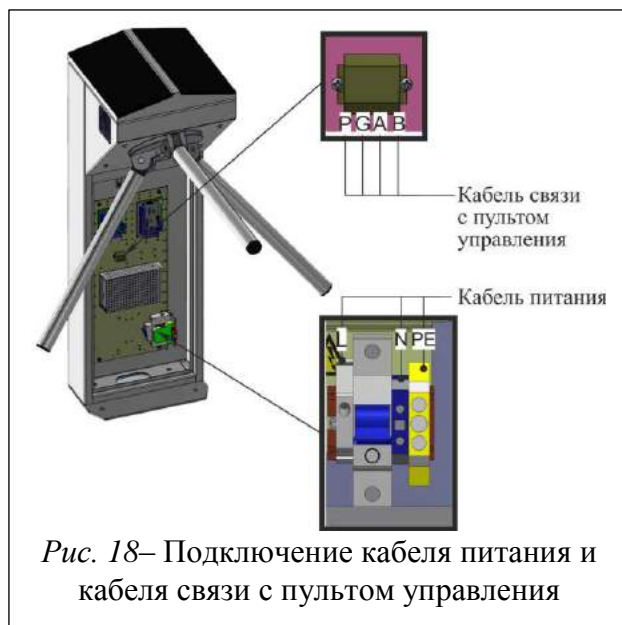

Рис. 18– Подключение кабеля питания и кабеля связи с пультом управления
13) Подключение турникета(Рис.18):
- Фаза (L) – к защитному автоматическому выключателю;
- Ноль (N) – к клемме ~230 В (N);
- Земля (PE) - к клемме Заземление
б) Подключить к клеммам кабель связи с пультом управления (Рис.18):